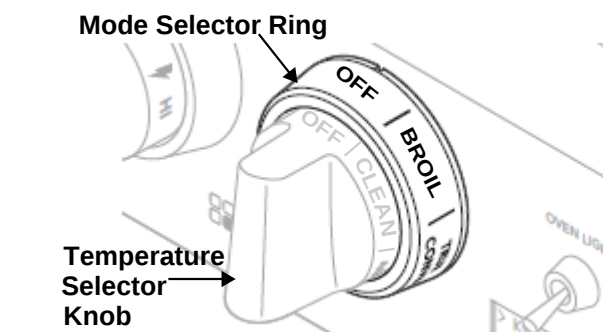

Figura 31: Mode Selector Ring & Temperature Knob
2. Gire la perilla de control de temperatura (vea la figura 31) a la posición deseada.
2. Ajuste el anillo de selección de modo (Figura 31) a Bake (Hornear), Convection Bake (Hornear por convección o Roast (Asar)).